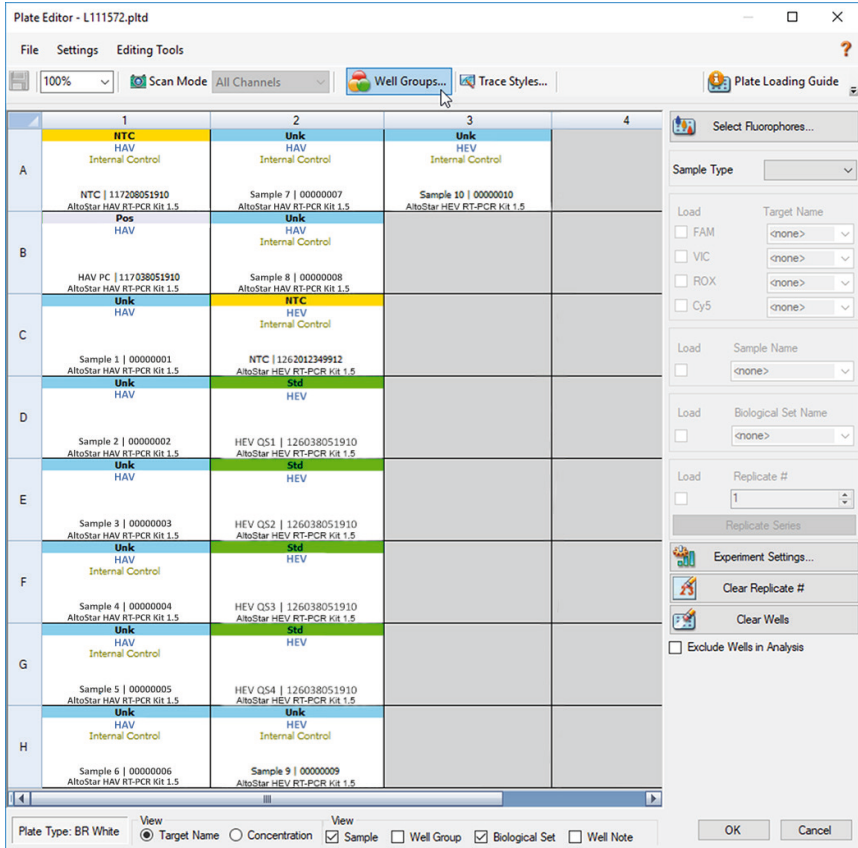

Figure 2: Boîte de dialogue Plate Editor (Éditeur de plaque)
1. Dans la fenêtre Data Analysis (Analyse des données), cliquez sur le bouton **Plate Setup** (Configuration de la plaque) dans la barre d'outils et sélectionnez **View/Edit Plate** (Afficher/Modifier la plaque). La boîte de dialogue Plate Editor (Éditeur de plaque) s'affiche (voir la figure 2).